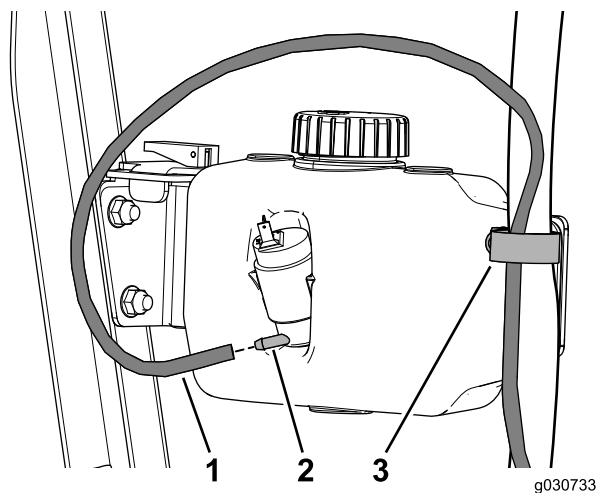

Рисунок 40
2. Проложите шланг омывателя через R-образный хомут и подсоедините его к бачку омывателя (Рисунок 40).